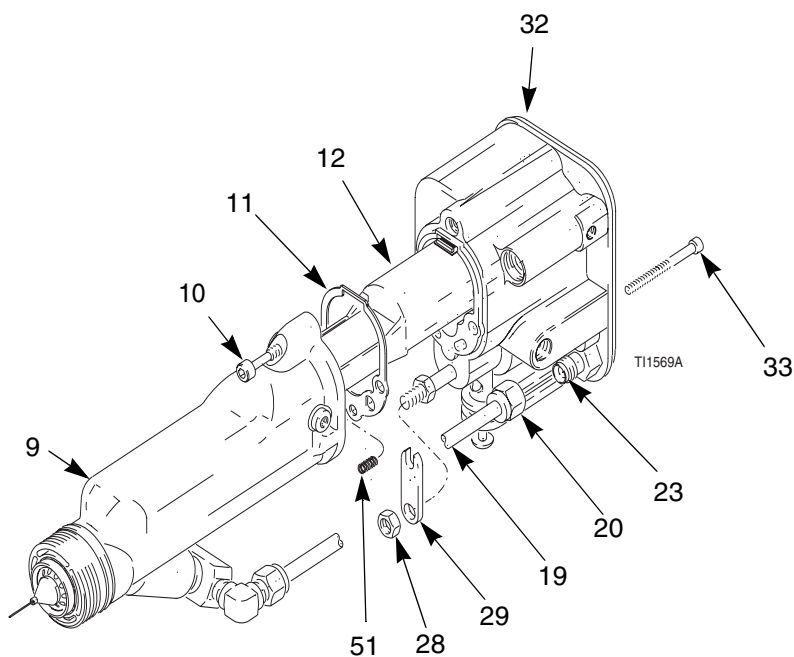

Abb. 30. Pistolenlauf installieren
1. Sicherstellen, dass die Dichtung (11) und die Erdungsfeder (51) eingelegt wurden. Sicherstellen, dass die Luftlöcher richtig ausgerichtet sind. Bei Beschädigung auswechseln. Siehe Abb. 30.
2. Den Pistolenlauf (9) über den Hochspannungserzeuger (12) und auf den Pistolenkörper (32) schieben.
4. Den Materialschlauch (19) in den Materialfitting (23) einbauen. Sicherstellen, dass die Klemmringe (21, 22) vorhanden sind. Die Mutter (20) festziehen.
5. Stellglied (29) und Gegenmutter (28) installieren und einstellen. Siehe Seite 39.
7. Pistolenabdeckblech (2) und Luftkappe installieren; Seite 34.